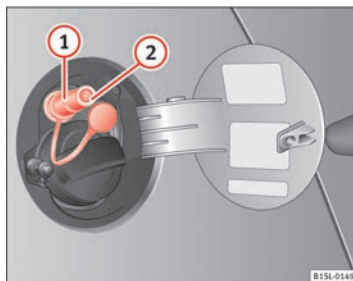

Fig. 108 Trappe à carburant ouverte : goulotte de remplissage de gaz ①, bague-joint de la goulotte de remplissage de gaz ②.
- Ouvrez la goulotte de remplissage de gaz ⇒ fig. 108 ①.